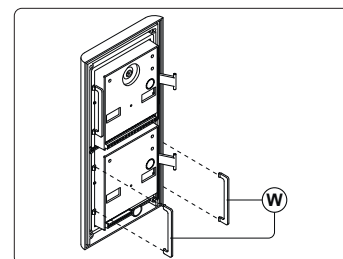

Fig. 11
Inserire i fermi anti-effrazione (W) come mostrato in Fig. 11.